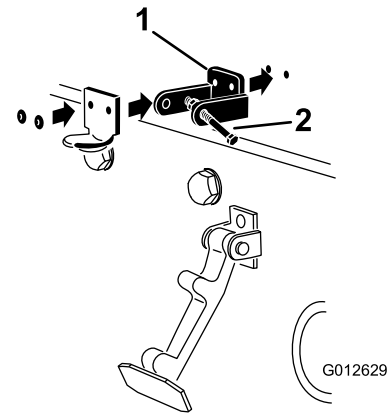

Bild 8
3. Fluchten Sie die Befestigungslöcher aus und positionieren Sie gleichzeitig die Halterung des CE-Riegels und des Motorhaubenriegels auf der Motorhaube. Die Riegelhalterung muss an der Haube anliegen (Bild 8). Nehmen Sie die Schraube und Mutter nicht vom Halterungsarm für den Riegel ab.
5. Nieten Sie die Halterungen und Scheiben an die Haube (Bild 8).